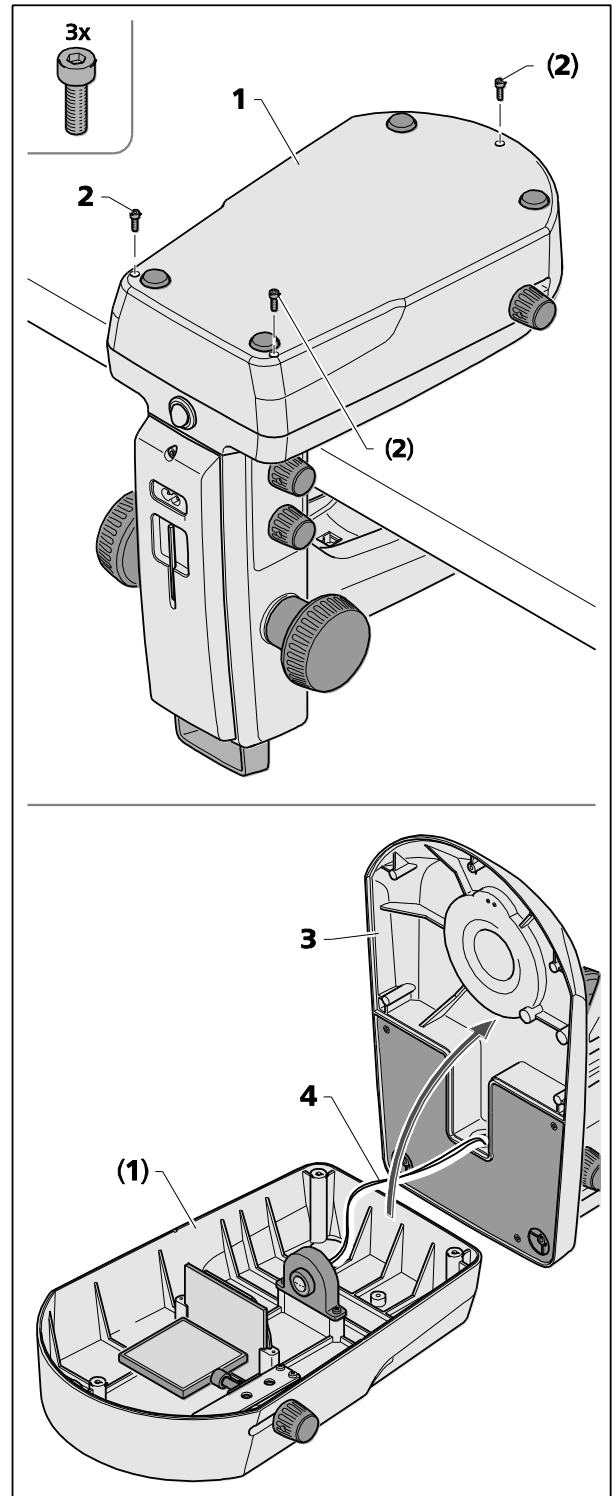

Abb. 23 Abdeckblende am Stativ K LAB öffnen
Der Tragarm (Abb. 23/1) lässt sich zu Reinigungszwecken oder zur Beseitigung von Fremdkörpern, die versehentlich in das Gerät gelangt sind, von der Abdeckblende (Abb. 23/3) abnehmen.
- Die drei Schrauben (Abb. 23/2) mit dem Innensechskantschlüssel SW 2,5 von der Abdeckblende (Abb. 23/1) lösen und zur Seite legen.
- Die Abdeckblende (Abb. 23/3) vorsichtig vom Tragarm (Abb. 23/1) abheben und zur Seite legen.
Darauf achten, dass sich das Kabel (Abb. 23/4) nicht vom Tragarm (Abb. 23/1) löst.